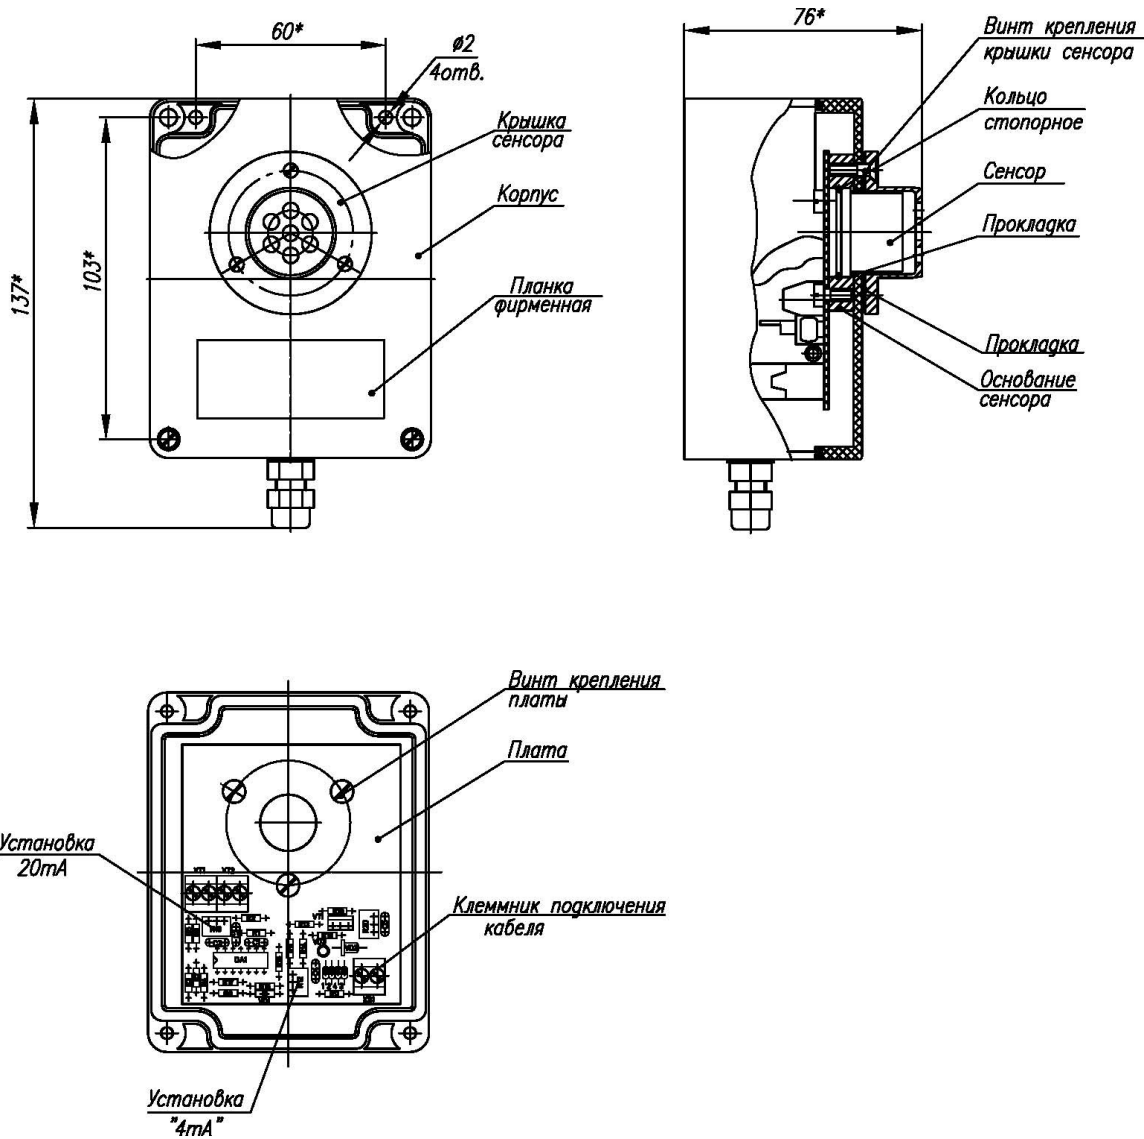

Рис.2 Преобразователь измерительный электрохимический
4.2.3. Преобразователи измерительные (рис. 2, 3, 4)
сетевой кабель к клеммам, обозначенным **220В фаза (L), ноль (N) и «Земля (PE)»**. Выведите сетевой кабель из блока БПС через верхний кабельный ввод и подключите к выходу пакетного выключателя, от которого будут запитываться БПС (см. рис.2).
Отверните винты и снимите крышку измерительного преобразователя (см. рис.2, 3, 4).